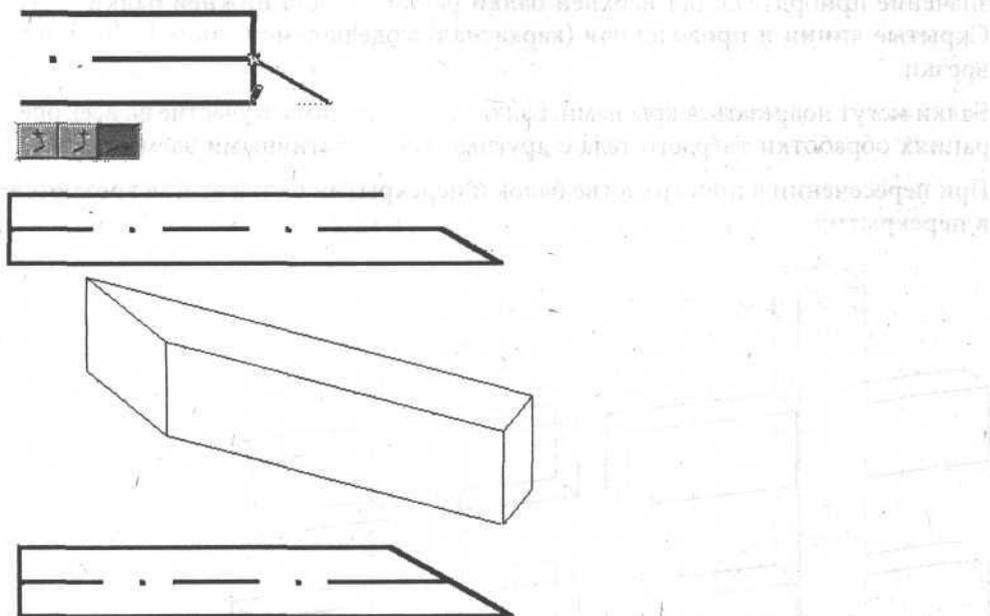

Рис. 6-51. Процесс отрисовки балки
3. От конца оси привязки первой балки рисуется балка нулевой толщины под желаемым углом (см. рис. 6-51). При этом в панели управления настраивается вариант горизонтального позиционирования.